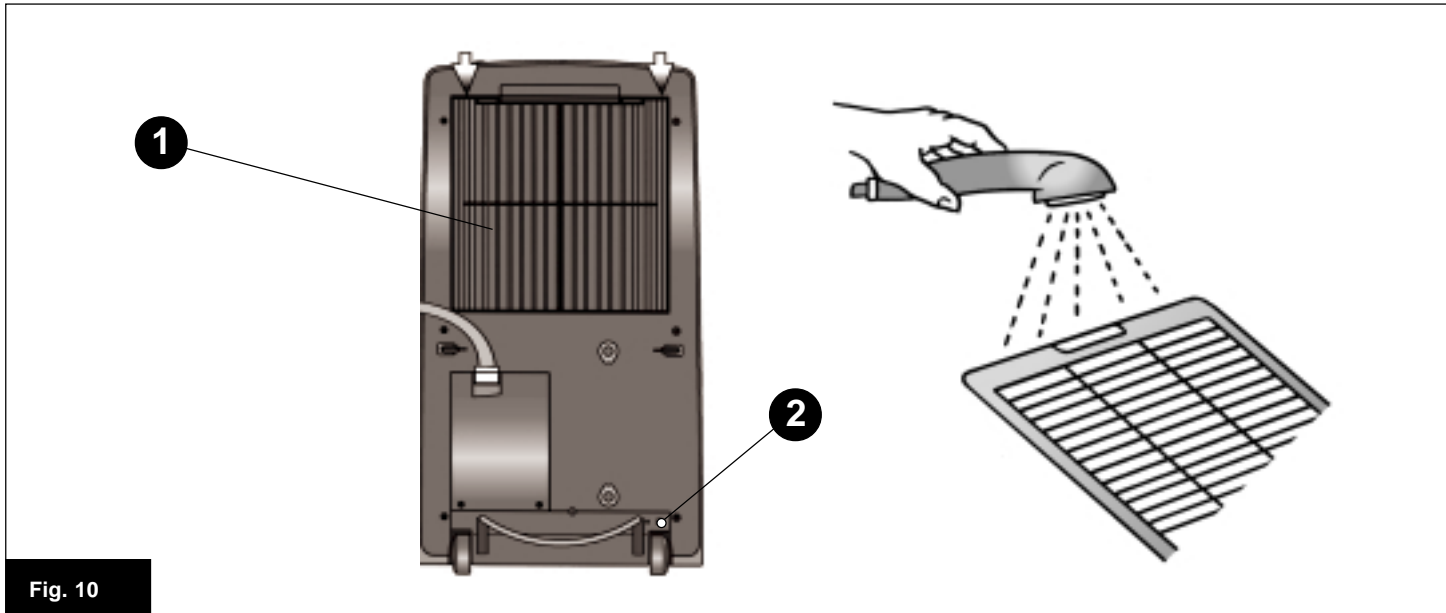

Fig. 10
Prima di effettuare il trasporto scaricare completamente l'acqua di condensa aprendo il tappo (fig. 10/2).
Il doit se faire en position verticale. Dans le cas de transport en position horizontale, attendre au moins une heure avant de le mettre en marche. Avant d'effectuer le transport, vidanger complètement la condensation enlevant le bouchon (Fig.10/2).
Prior to transport, always open the plug (fig. 10/2) and drain all the condensation.
Vor dem Transport erst das Kondenswasser vollständig ablassen. Dazu den Stöpsel entfernen (Abb. 10/2).
Antes de efectuar el transporte vaciar completamente el agua de la condensación abriendo la tapa (fig. 10/2).
- Premere le due linguette della griglia posteriore ed estrarla (fig. 10/1).
- Appuyer sur les deux languettes de la grille arrière et la sortir (Fig.10/1).
- Press the two tabs of the rear grille and remove it (fig. 10/1).
- Die zwei Federkeile des hinteren Gitters drücken und das Gitter herausziehen (Abb. 10/1).
- Apretar las dos lengüetas de la rejilla trasera y sacarla (fig. 10/1).
De airconditioner moet recht op verplaatst worden. Als de airconditioner liggend verplaatst wordt dan moet u minimaal één uur wachten voordat u de airconditioner in werking kunt stellen. Alvorens de airconditioner te gaan verplaatsen moet u het condenswater eerst helemaal weg laten lopen door de dop (fig. 10/2) open te draaien.
- Duw de beide lipjes van het rooster aan de achterkant in en haal het rooster (fig. 10/1) eruit.